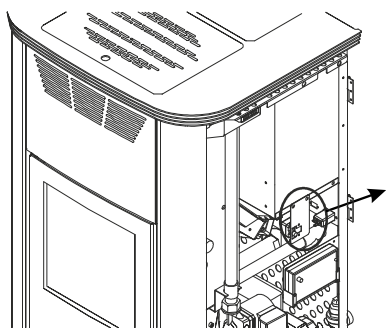
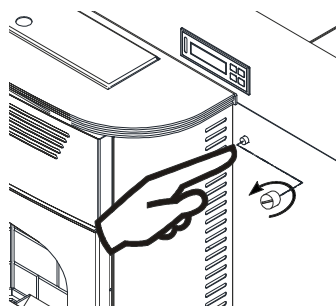
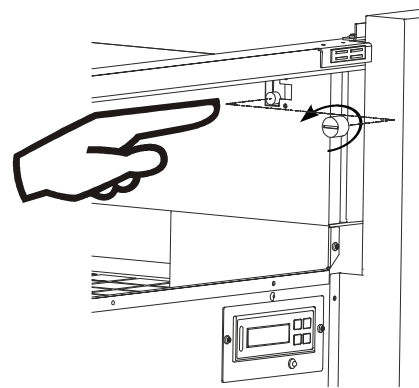

Рисунок 32
Рисунок 33
Рисунок 34
- 12.11.** При выключенном котле проверить термостат безопасности, расположенный в моделях Hidrosorper (Рисунок 32) внутри котла за правой боковой дверцей. Для его активации необходимо открутить колпачок и, если это необходимо, нажать кнопку. Если термостат включился вы услышите характерный звук. Во встраиваемых моделях мы найдем его в передней части (Рисунок 33) под клавиатурой. В модели Super Insert (Рисунок 34) он расположен за левой верхней дверцей.